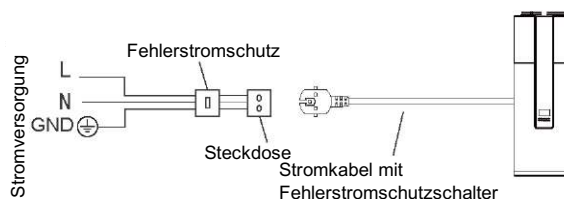

Abb.3-8
5) Filter am Lufteinlass des Geräts installieren. Bei Geräten mit Luftkanal muss der dortige Filter an der Position des Luftkanaleinlasses angebracht werden. (Abb. 3-8/3-9)